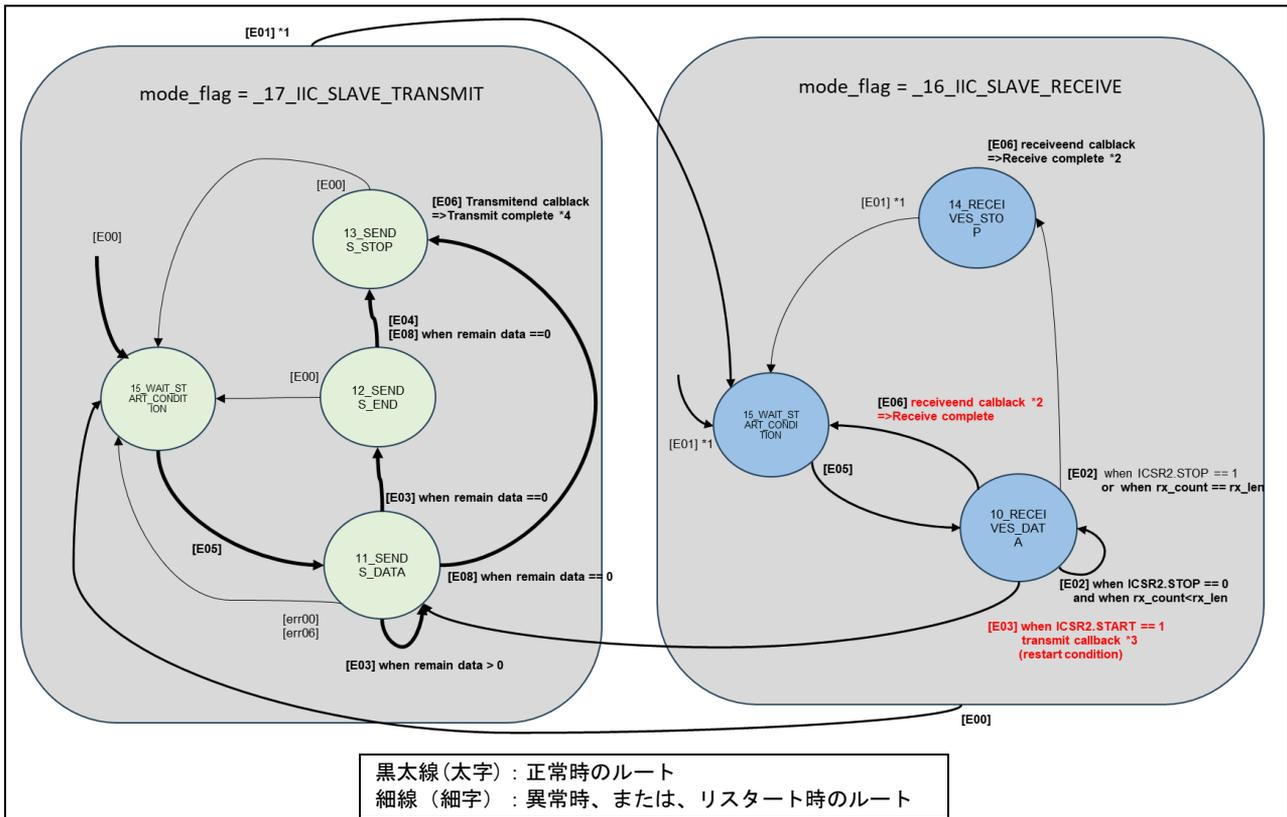

図 42 PMBus Slave Driver Layer 状態遷移図
PMBus Slave Driver Layer の状態遷移は、PMBus Master への送信動作部と受信動作部に分かれ、各々指定のデータを指定のバイト数だけ送受信します。PMBus Slave Driver Layer の状態遷移を図 42、図 43、表 29、表 30 に示します。
- ・薄緑は図 42 における mode_flag=17 の場合の状態遷移を意味する。
- ・薄青は図 42 における mode_flag=16 の場合の状態遷移を意味する。